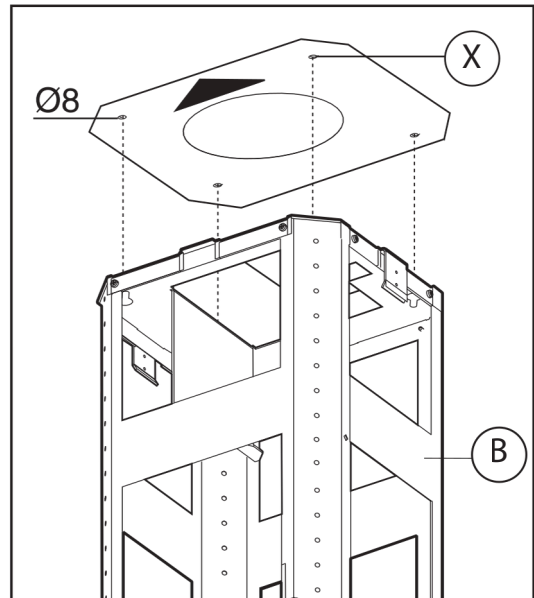

Fig.3
2. Placera hålstansen i taket och se till att pilen sitter i samma läge som apparatens styrpanel (Fig.3).